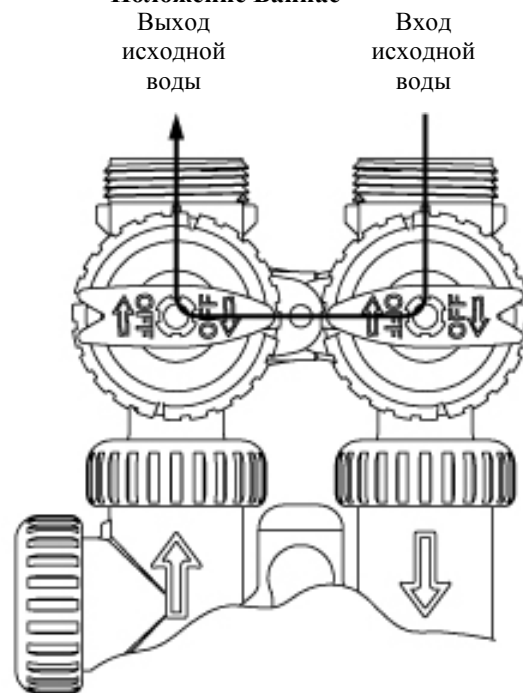

Рисунок 3
3. **Положение Диагностика:** Ручка *Вход* устанавливается в соответствии с направлением стрелки на управляющем клапане, а ручка *Выход* направляется к центру клапана байпаса; воды из системы поступает в управляющий клапан, но вода из клапана не выходит в систему трубопроводов. (См. Рисунок 3).